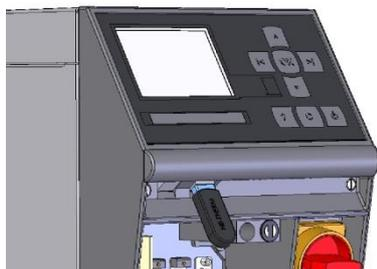

Fig. 64: Connecter le support de données USB
2. Connecter le support de données USB (Fig. 64).